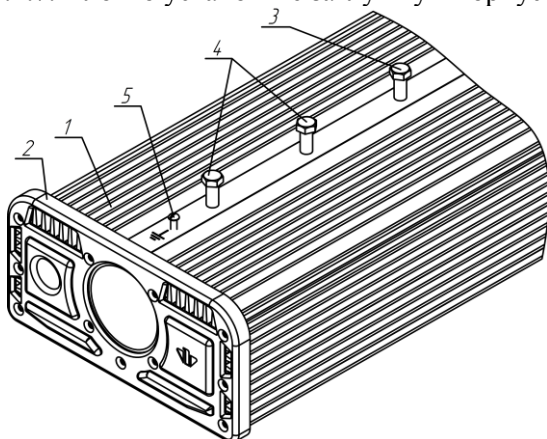

Рисунок 2 Установка светильника
- 2.2.1. Затяните упорный болт (рисунок 2 поз.3).
- 2.2.4. Установите светильник на консоль до упора в болт (рисунок 2 поз.3).
- 2.2.5. Затяните два болта фиксирующие светильник (рисунок 2 поз.4).
2.2.8. Подключите провод внешнего заземления к винту (рисунок 2 поз.5) расположенному на корпусе светильника имеющему маркировку « \perp ».